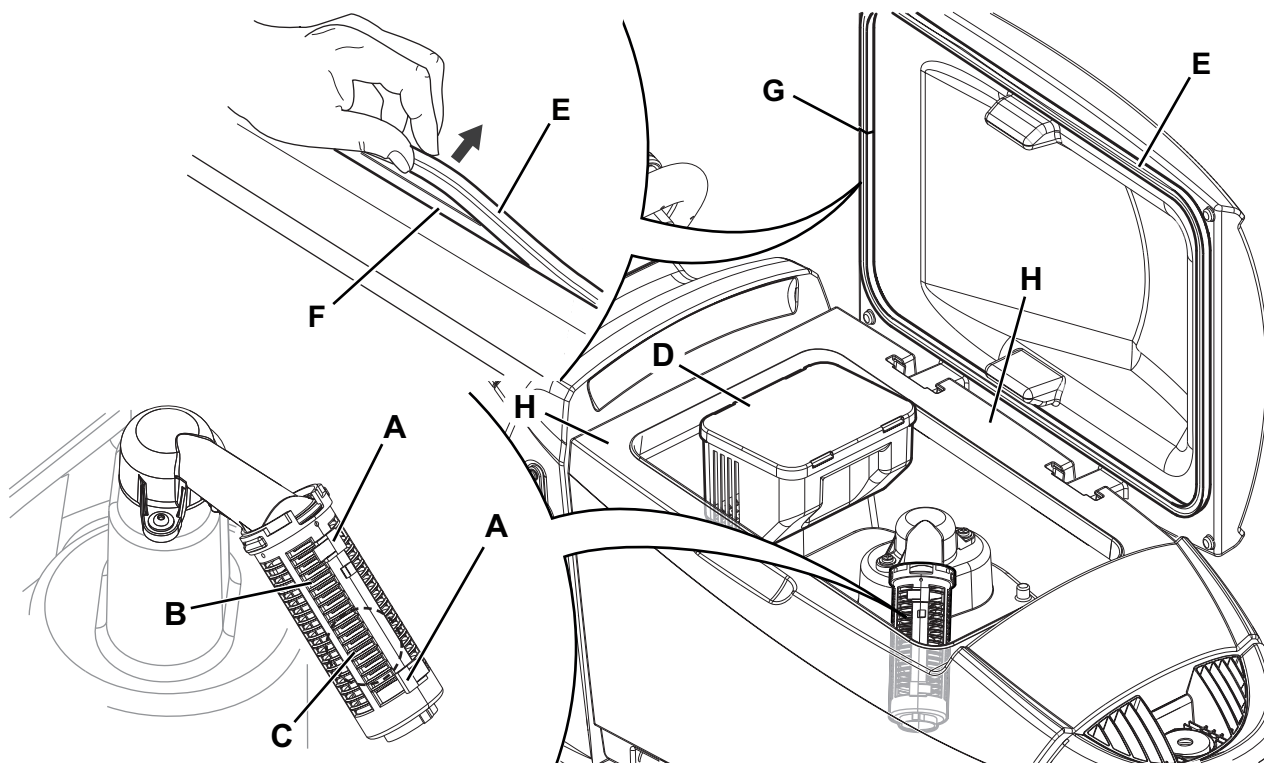

Figure 12
2. S'assurer que la machine est éteinte avec la clé opérateur (41) retirée.
3. Ouvrir le couvercle (34).
4. Vider l'eau du réservoir avec le tuyau de vidange (12).
5. Nettoyer la grille d'aspiration (31), dégager les dispositifs de retenue (A, Fig. 12), ouvrir la grille (B), récupérer le flotteur (C) et nettoyer soigneusement ; enfin reposer en place.
6. Démonter le bac de récupération des débris (D) et ouvrir son couvercle, puis nettoyer soigneusement et ré-installer le tuyau d'aspiration.
7. Contrôler l'intégrité du joint d'étanchéité (E) du couvercle du réservoir.